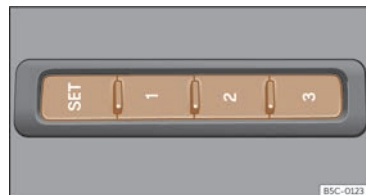

Fig. 73 Pe partea exterioră a scaunului șoferului: butoanele de memorare.
- Apăsăți **SET** mai mult de 1 secundă >>> **fig. 73**.